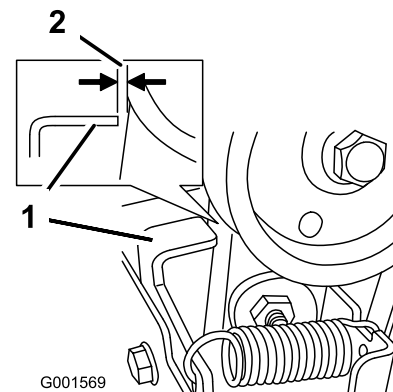

Figure 37
3. Lorsque le levier de commande de fraise à neige/turbine est désengagé, vérifiez qu'il existe un écart de 1,5 mm entre l'ensemble embrayage de fraise à neige et la patte (Figure 37).